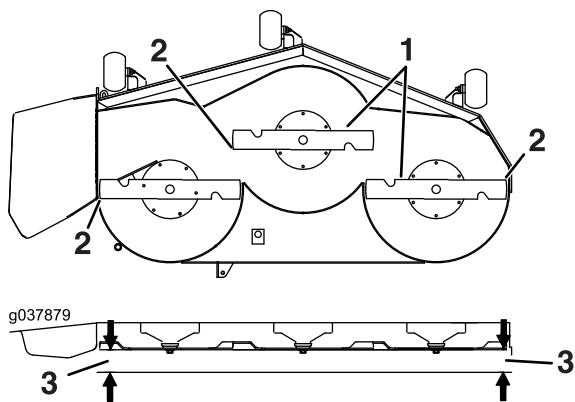

Figura 101
6. Mida entre la punta de la cuchilla y la superficie plana (Figura 101). Si ambas mediciones no están dentro de los 5 mm (3/16"), ajuste la nivelación; siga con este procedimiento.
14. Gire cuidadosamente las cuchillas colocándolas perpendicularmente al sentido de avance de la máquina (Figura 101).